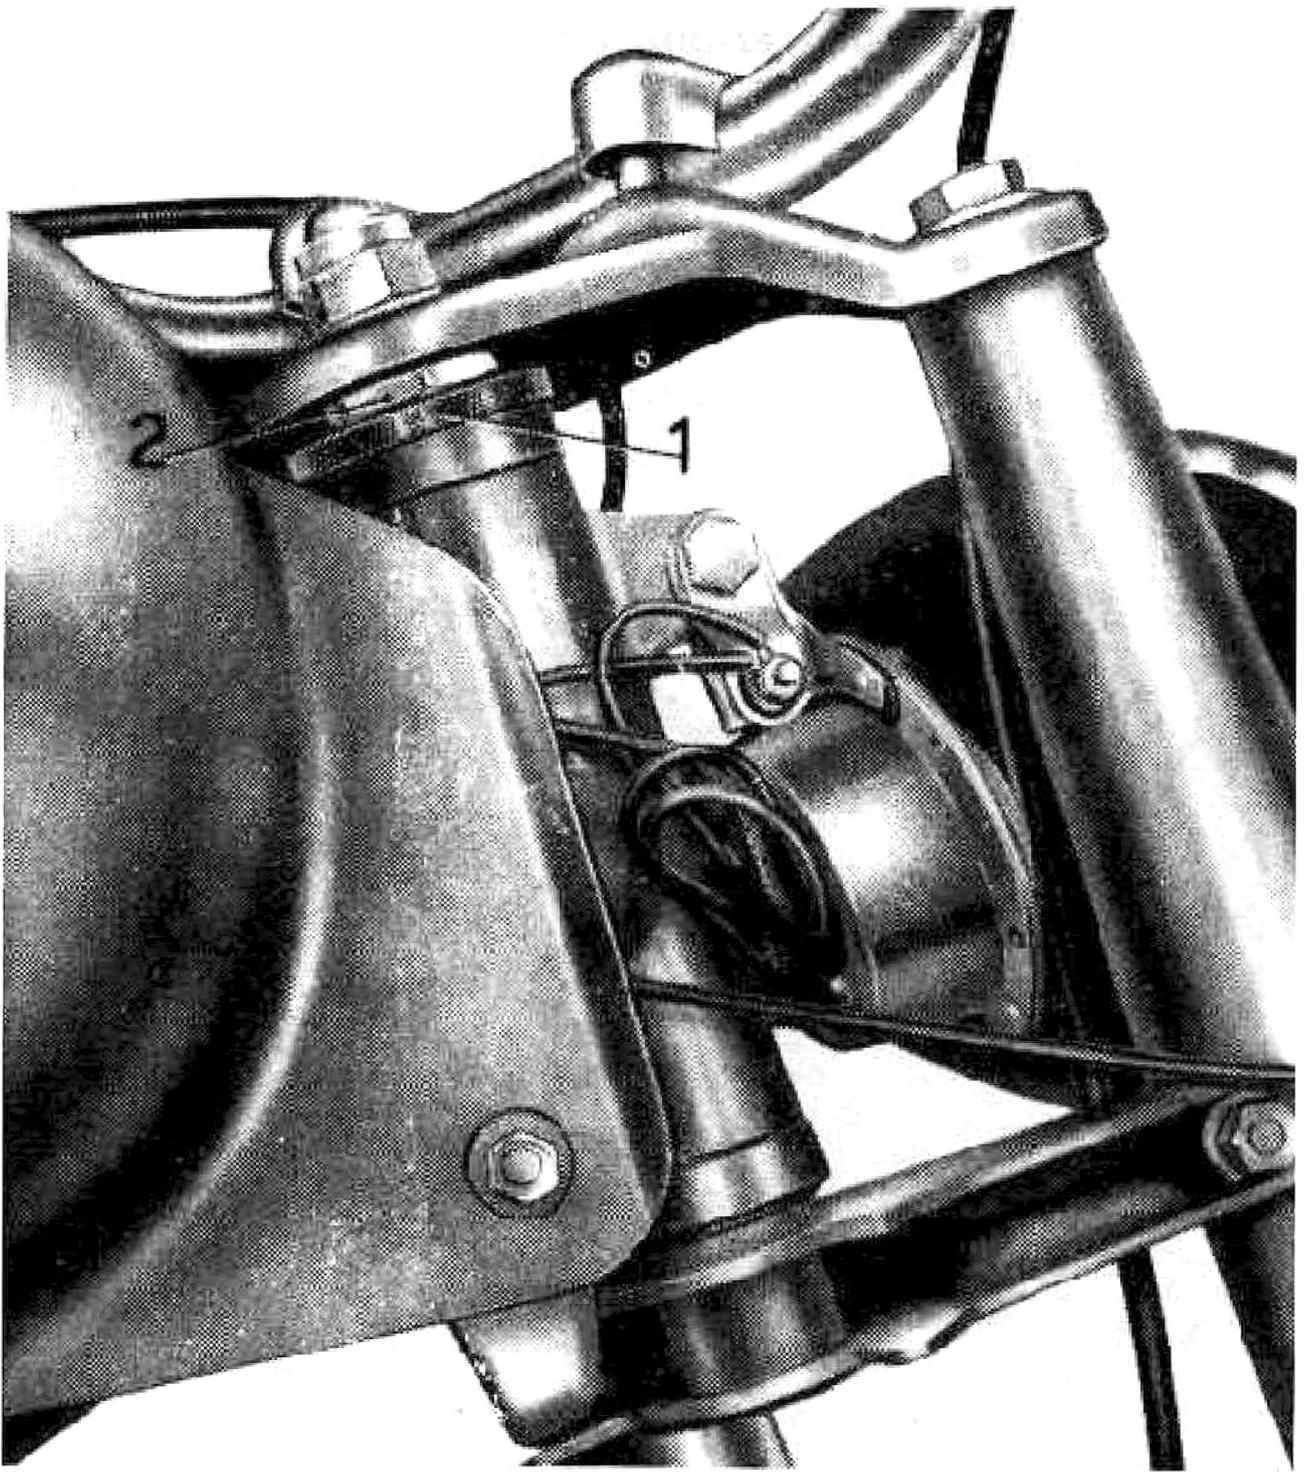

Fig. 12
Se lo sterzo è duro la macchina perde in stabilità, se è troppo allentato i movimenti a sfere sono soggetti a dannosi scuotimenti. Il giuoco si regola avvitando la calotta regolabile (1) dello sterzo (vedere fig. 12). Per compiere questa operazione è necessario allentare il controdado (2) posto sopra la calotta, indi agire sulla calotta quel tanto da togliere l'eccessivo giuoco; a regolazione avvenuta bloccare nuovamente il controdado.